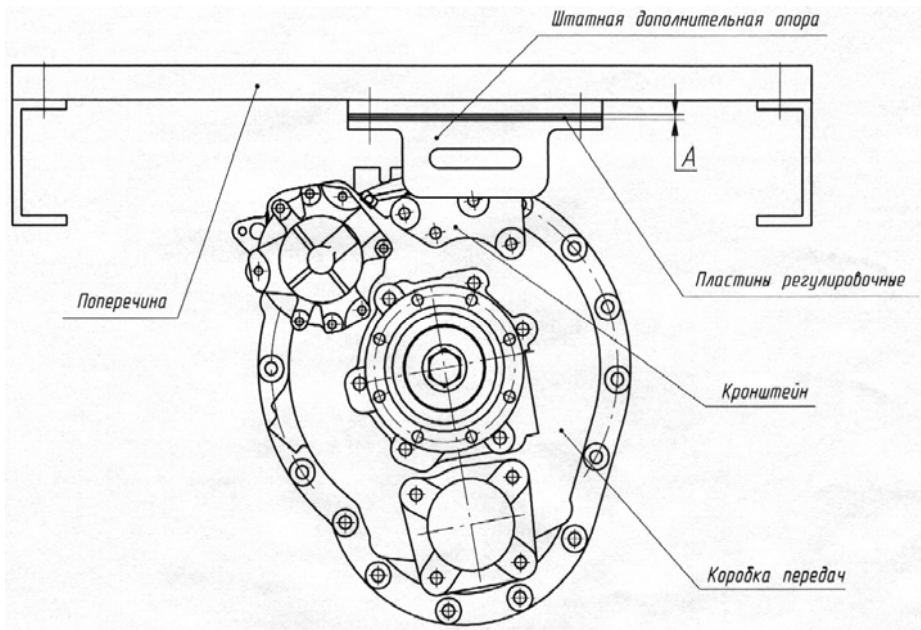

Рисунок 10. Вид на коробку передач сзади.
-замерить расстояние "А" между поперечиной и поддерживающей опорой (см. рисунок 10);